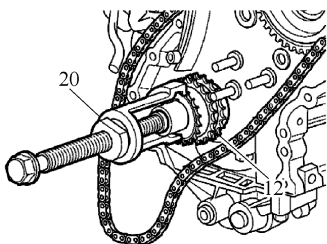

图 10-27 拆凸轮轴链轮
10) 如图 10-27 所示,用顶拔器 20 拆卸曲轴链轮 12。